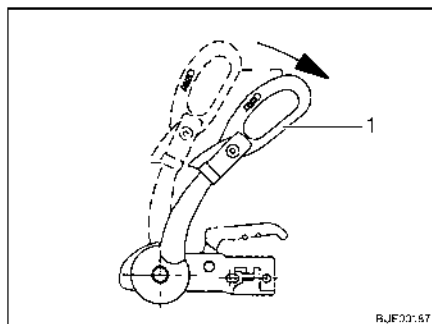

Fig. 156 Tirador de estabilización
- Abrir el tirador de estabilización (Fig. 156,1).